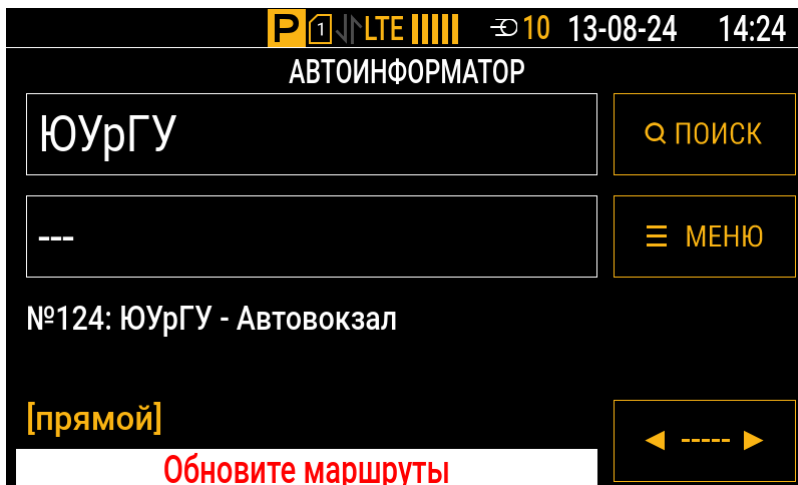

Рис.71. Сообщение «Обновите маршруты»
3. Убедитесь, что контроллер зарегистрирован в сети сотовой связи. Через некоторое время архив с маршрутами будет отправлен на контроллер. После получения маршрутов на экране контроллера появится сообщение «Обновите маршруты» (Рис.71).